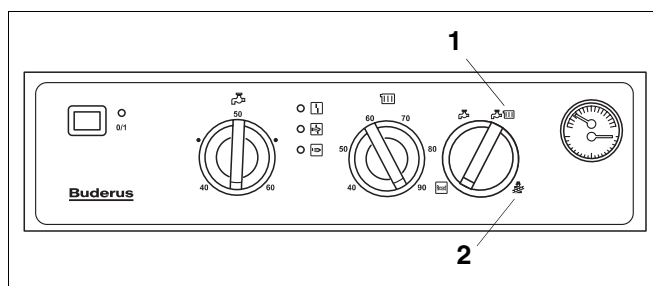

Рис. 30 Сфера обслуживания
- Повернуть винт регулировки большой нагрузки (рис. 30, поз. 2).
- Примерно через 2,5 мин. (окончание розжига) медленно повернуть потенциометр "max. Heizleistung" в направлении максимум, контролируя при этом давление в сопле, и после достижения максимального теплотребления отрегулировать его в соответствии с данными на винте регулировки большой нагрузки (рис. 30, поз. 2).
- Повернуть винт регулировки большой нагрузки (рис. 30, поз. 2) примерно на 7 оборотов против часовой стрелки.
- Затянуть винт регулировки большой нагрузки (рис. 30, поз. 2) по часовой стрелке до упора.
- Подключить манометр к измерительному ниппелю комбинированного газового клапана (рис. 30, поз. 7) и к измерительному ниппелю проточного газового водонагревателя (рис. 27, поз. 1).
- Установить переключатель режимов работы в положение   (рис. 30, поз. 1).
- Сравнить давление манометра с таблицей давления в соплах (табл. 4 – табл. 7) и при необходимости откорректировать с помощью регулятора большой нагрузки (рис. 30, поз. 2).
- Установить потенциометр "max. Heizleistung" (рис. 26, поз. 2 auf стр. 21) на минимальную мощность с помощью регулятора малой нагрузки (рис. 30, поз. 3) (против часовой стрелки до упора).